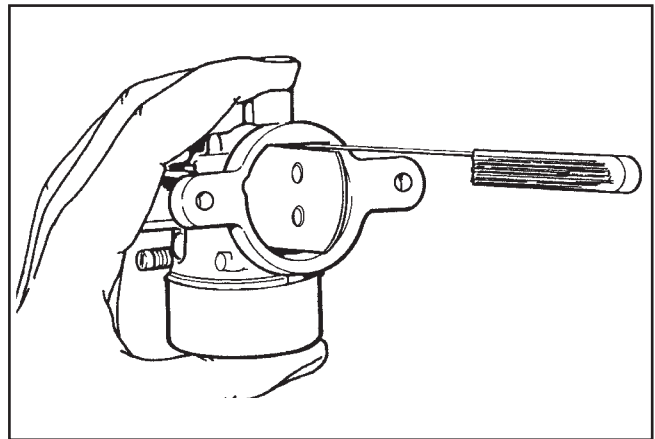

Figure 5-17. Mesure du jeu (filtre à air enlevé pour une plus grande clarté).
4. Attacher sans serrer la plaque du starter à la tige du starter à l'aide de deux vis fournies dans le kit de réparation du starter. Appliquer de l'enduit Loctite® N° 609 aux filetages des vis de fixation de la plaque du starter. Serrer ces vis UNIQUEMENT après que la plaque du starter ait été correctement alignée dans le trou de la plaque du starter. Pour aligner la plaque du starter, insérer une cale de 0,010 pouce entre le bord droit supérieur de la plaque du starter et le trou. Voir figure 5-17. Puis en enfonçant sur le haut de la tige du starter, serrer solidement les vis.